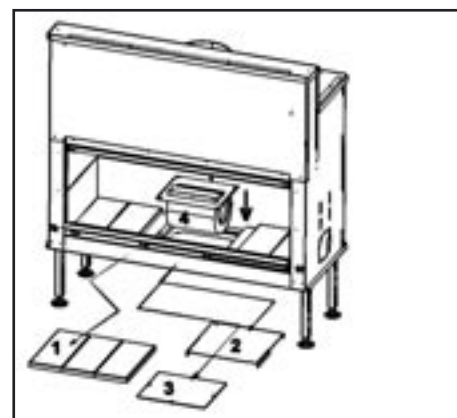

FIG. 8
- Verwijder de chamoflexplaten, de bodemplaten en de toegang tot de ventilator fig. 8